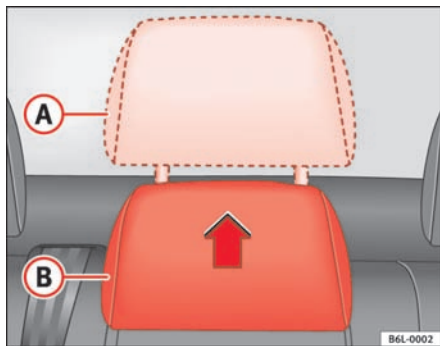

Fig. 5 Indstilling af midterste hovedstøtte bagi
- Hovedstøtte oppe eller brugsposition (A) ⇒ fig. 5. I denne position fungerer hovedstøtten som en almindelig hovedstøtte, og sammen med sikkerhedsselen beskytter den passageren på den midterste bagsædeplads.
- Hvileposition (B) ⇒ fig. 5. Denne position forbedrer førerens udsyn bagud.